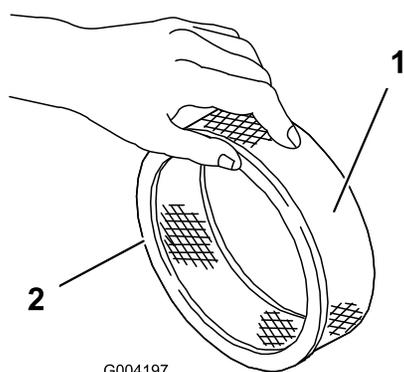

図 45
5. ペーパーフィルタに汚れや油汚れ、ゴムシールの傷がないか点検する 図 45。
1. ペーパーエレメントにスポンジエレメントを注意深く取りつける 図 45。